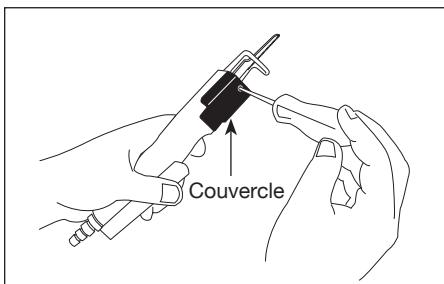

Figure 3
2. Utiliser un tournevis Phillips pour desserrer la vis du couvercle (Figure 3).